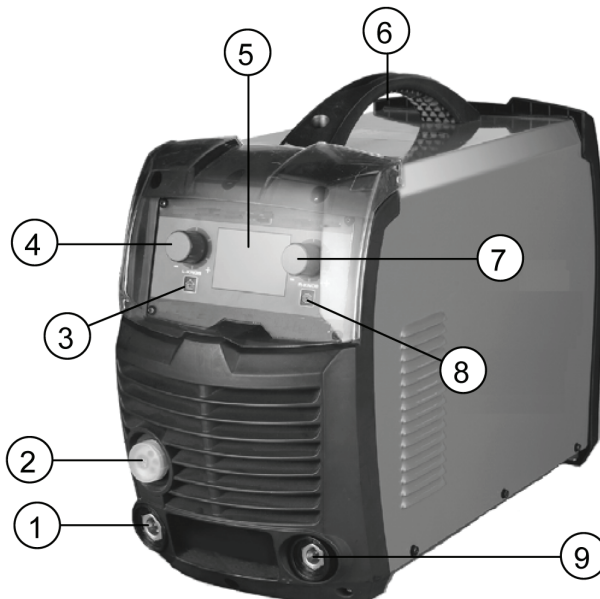

Рис. 1
1. Вставьте разъем горелки в разъем (поз. 2, Рис. 1) на панели сварочного аппарата и зафиксируйте его.
2. Подключите кабель с зажимом массы к минусовому разъему аппарата (поз. 1, Рис. 1) и зафиксируйте зажим массы к заготовке.
Внимание! При использовании порошковой проволоки методом сварки FLUX кабель с зажимом массы подключается к плюсовому разъему аппарата (поз. 9, Рис. 1), а в отсеке подачи проволоки меняется полярность.
1. Подключите сварочные кабели к разъемам аппарата (поз. 1 и 9, Рис. 1).